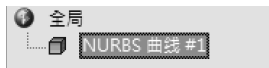

图 3-23 观察全局浏览器
4) 退出绘制控制点，恢复到“选择对象”模式。此时单击曲线上的任意位置，都可将 3 段曲线同时选中。通过全局浏览器可看出，虽然操作过程是绘制了 3 段曲线，但结果是绘制了一条具有 3 段曲线实体的独立曲线，如图 3-23 所示。